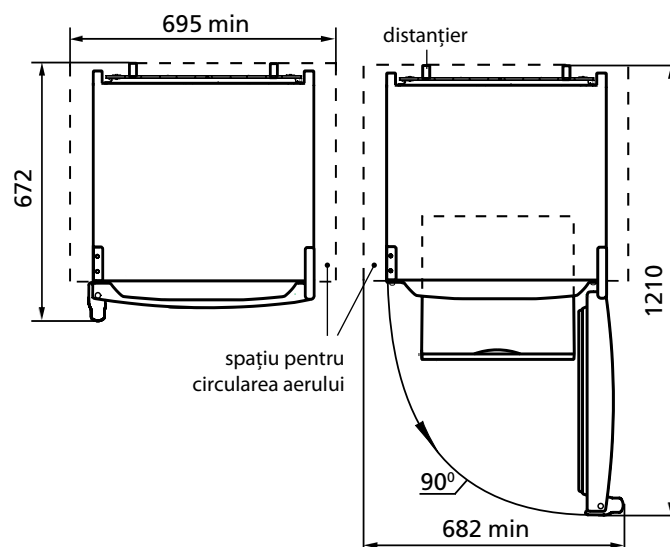

Figura 2 – Congelator (vedere de sus)
1.3 Spațiul necesar pentru instalație al congelatorului este determinat conform dimensiunilor arătate în Figura 2 (mm). Pentru a ușura scoaterea pieselor din congelator ușa trebuie să fie deschisă la 90° minim.